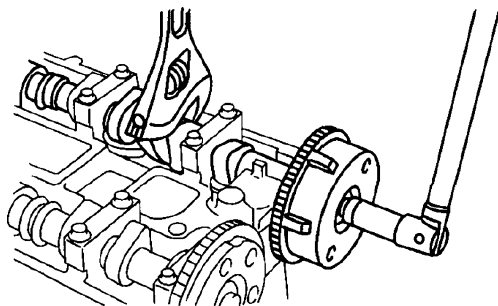

图 25-35 紧固螺栓
- 2) 将凸轮轴链轮固定螺栓紧固到 $69 \sim 75 \text{ N} \cdot \text{m}$, 如图 25-35 所示。